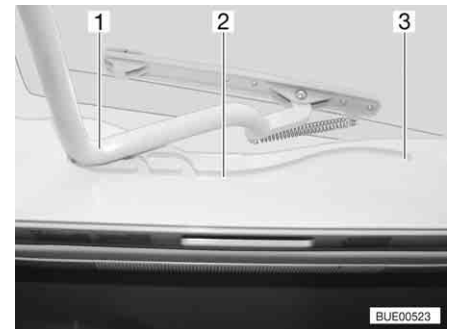

Fig. 88 Lanterneau Heki, glissière
- Tirer l'étrier (Fig. 88,1) dans les glissières (Fig. 88,2) jusqu'à la position la plus reculée (Fig. 88,3).
- Pousser l'étrier (Fig. 88,1) légèrement vers le haut avec les deux mains.
- Tirer l'étrier dans les glissières (Fig. 88,2) jusqu'à la position souhaitée.